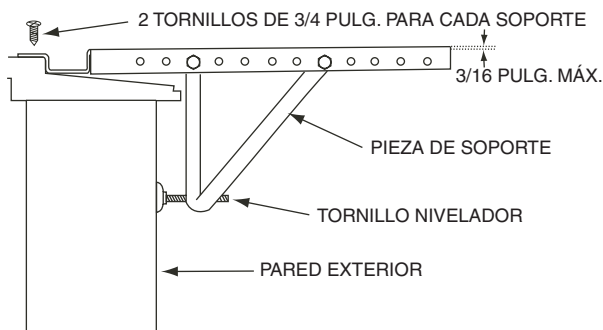
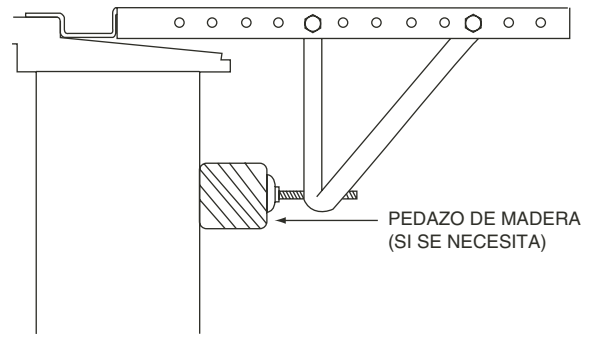

FIGURA 10 — INSTALACIÓN Y UBICACIÓN SOPORTES
FIGURA 11 — CUÑA DE MADERA PROVISTA POR EL INSTALADOR
- Ensaye las piezas de soporte en la ventana. Vea la Figura 10. Ajuste la ubicación de las escuadras de soporte si es necesario. Si la ubicación de las escuadras de soporte es correcta para la instalación, apriete los pernos de las piezas de soporte. Los tornillos niveladores deben tocar la pared exterior. Si los tornillos niveladores están muy alejados de la pared, será necesario usar un pedazo de madera para hacer una cuña. Vea la Figura 11.
que haber una ligera inclinación para que la condensación drene apropiadamente. El ángulo máximo de inclinación no debe exceder $\frac{3}{16}$ de pulgada. Vea la Figura 10.